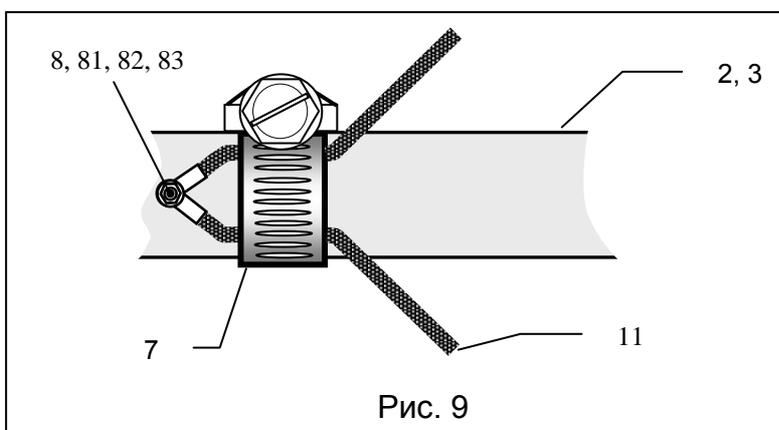
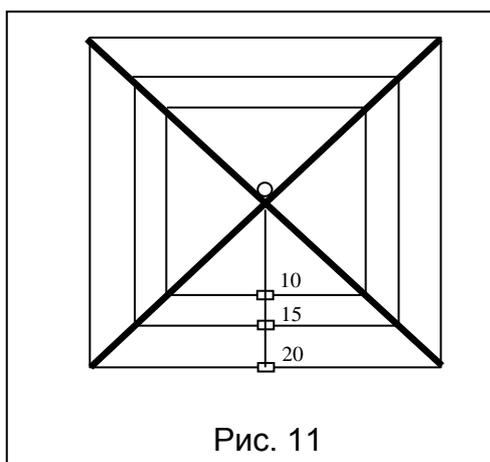
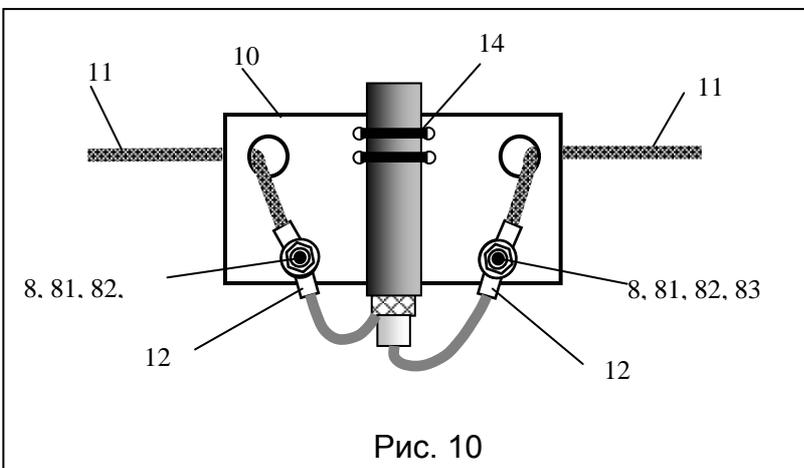

Рис. 9
Рис. 11
Рис. 10
Клеммы рефлекторов соединяются при помощи болтов возле одного из шестов (рис. 9). Клеммы вибраторов подключаются к изоляционной пластине (10) (рис. 10). Расположение пластин показано на рис. 11. Усилие при зажиме хомута должно быть приблизительно таким, как описано в разделе "Сборка шестов".
После крепления всех элементов, изменяя места их крепления, выровняйте и натяните элементы до получения ровной квадратной структуры. После этого можно приступить к подключению коаксиальных кабелей, как показано на рис. 10. Кабель в месте подключения необходимо защитить от попадания внутрь влаги, используя герметизирующую мачтику из комплекта антенны.